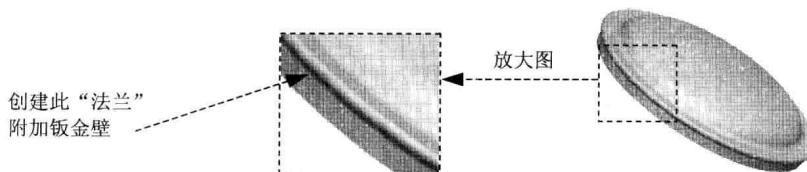

图 1.14 创建法兰附加钣金壁特征 1
Step5. 创建图 1.14 所示的法兰附加钣金壁特征 1。